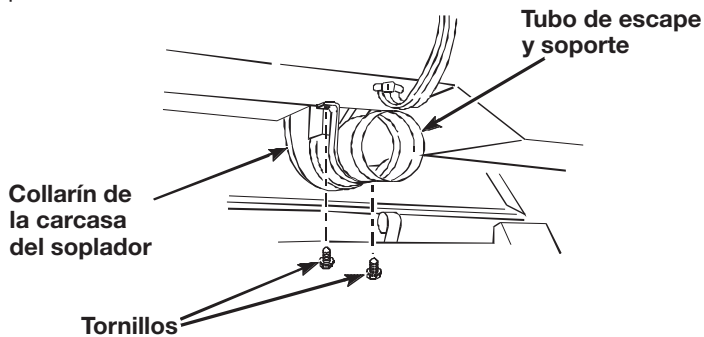

Figura 2
- Utilice una llave de carraca o una llave de tuerca corta para retirar el tubo de escape y el soporte del collarín de la carcasa del soplador y deseche la pieza, o guárdela para un uso futuro. Vea la Figura 2.